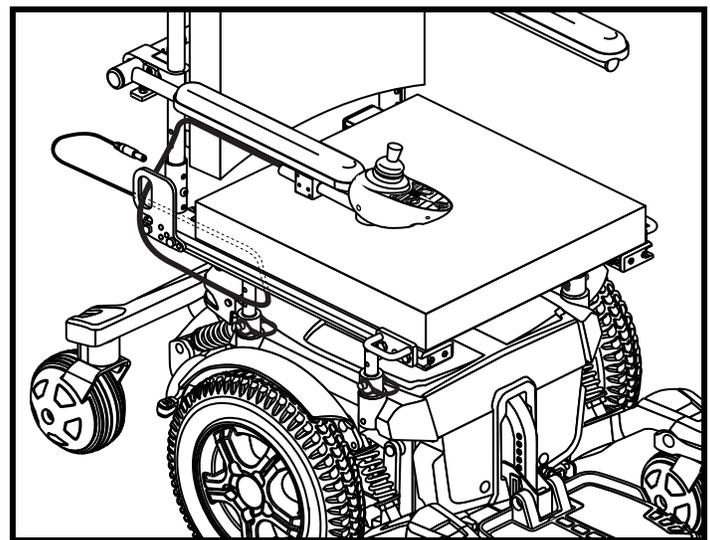

Figure 12. Câble sécurisé sur un siège Synergy
4. Installez le contrôleur et passez le câble vers l'arrière de la base motorisée. **Voir la figure 12 ou 13.**